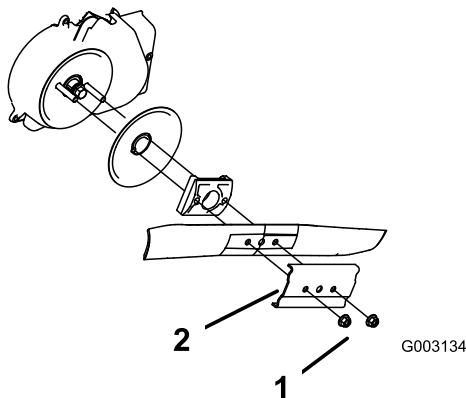

Bild 29
3. Entfernen Sie die beiden Messermuttern und die Verstärkung (Bild 29).
4. Nehmen Sie das Messer heraus (Bild 29).
5. Bauen Sie das neue Messer ein (Bild 29).